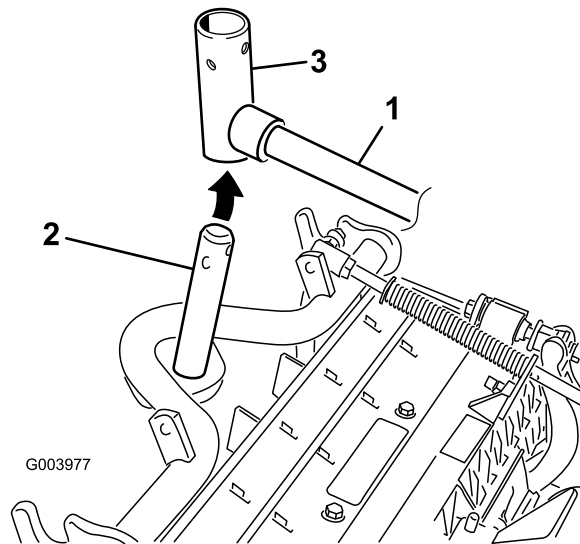

图7
7. 对于前滚刀组，在将承载架轴向上插入提升臂轴枢的同时，把滚刀组滑到提升臂下方（图7）。
- B. 将提升臂枢轴插入承载架轴的上方（图7）。